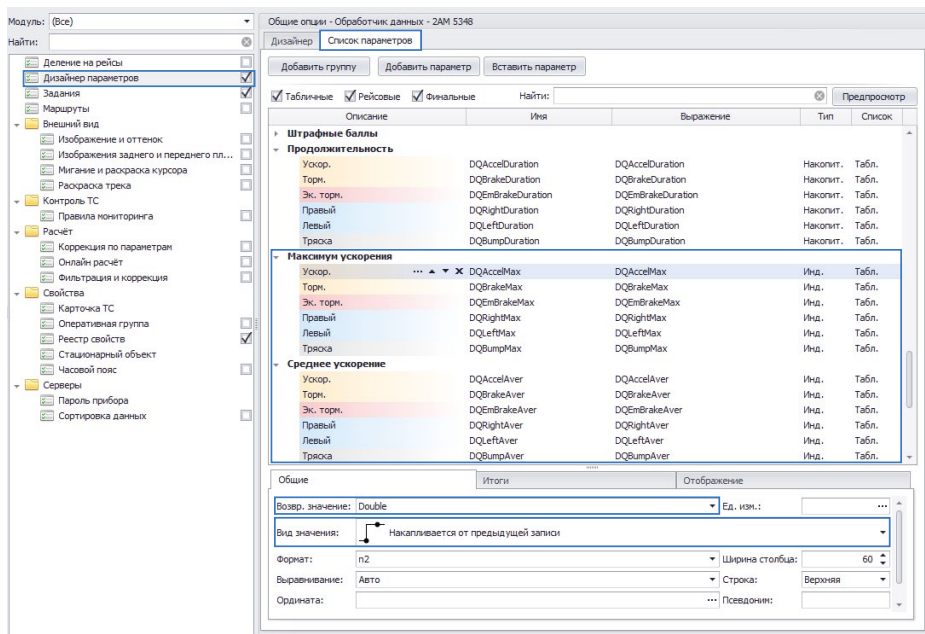

Рис.10. Добавление параметров для получения значений среднего и максимального ускорений.
- Добавьте параметры для получения среднего значения ускорений. Для удобства создайте отдельную группу параметров (**Рис.10**).
- Добавьте параметры для получения максимального значения ускорений за отрезок нарушения. Для удобства создайте отдельную группу параметров (**Рис.10**).
- Обратите внимание на настройки параметров на вкладке «Общие». Убедитесь, что для всех параметров выбран тип Double и вид значения «Накапливается от предыдущей записи» (**Рис.10**).
Добавляя новый параметр в Список параметров, убедитесь, что выражение параметра совпадает с выражением, заданным на Рис.10. Имя и описание могут быть произвольными.